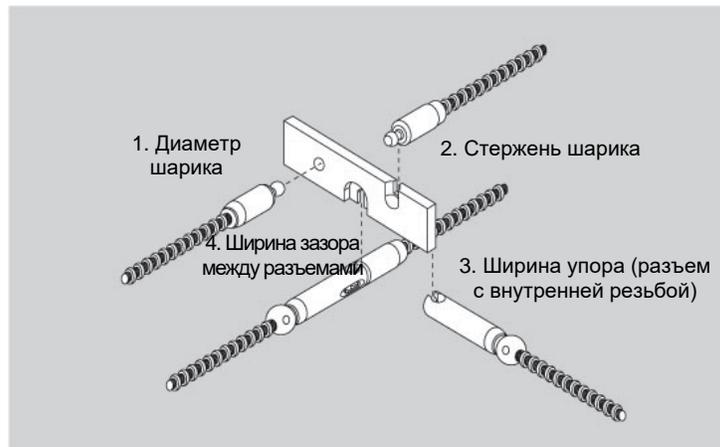

Рис. 8 – Контроль с помощью шаблона непроходимости
- d. Заключительный контроль разъема зубчатого троса и разъема держателя источника выполняется с помощью шаблона непроходимости (модель 550) для определения чрезмерного износа разъемов, который мог бы повлиять на безопасность эксплуатации. Без приложения чрезмерной силы, выполните контроль в ниже описанных четырех положениях (см. рис. 8):